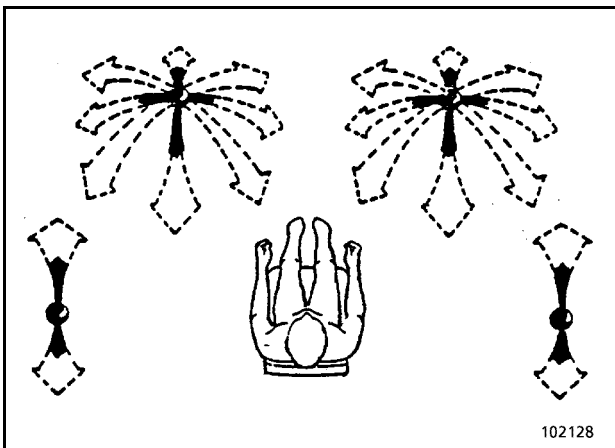

Fig. 3-62:
- beide Steuerhebel mehrere Male in alle Richtung schalten (Fig. 3-62:)